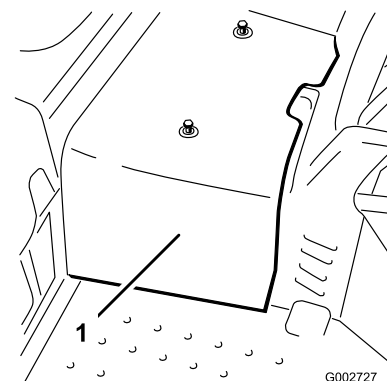

Bild 42
2. Lösen Sie die zwei Schrauben, mit denen die mittlere Abdeckung an der Maschine befestigt ist, und nehmen Sie die Haube ab (Bild 42).